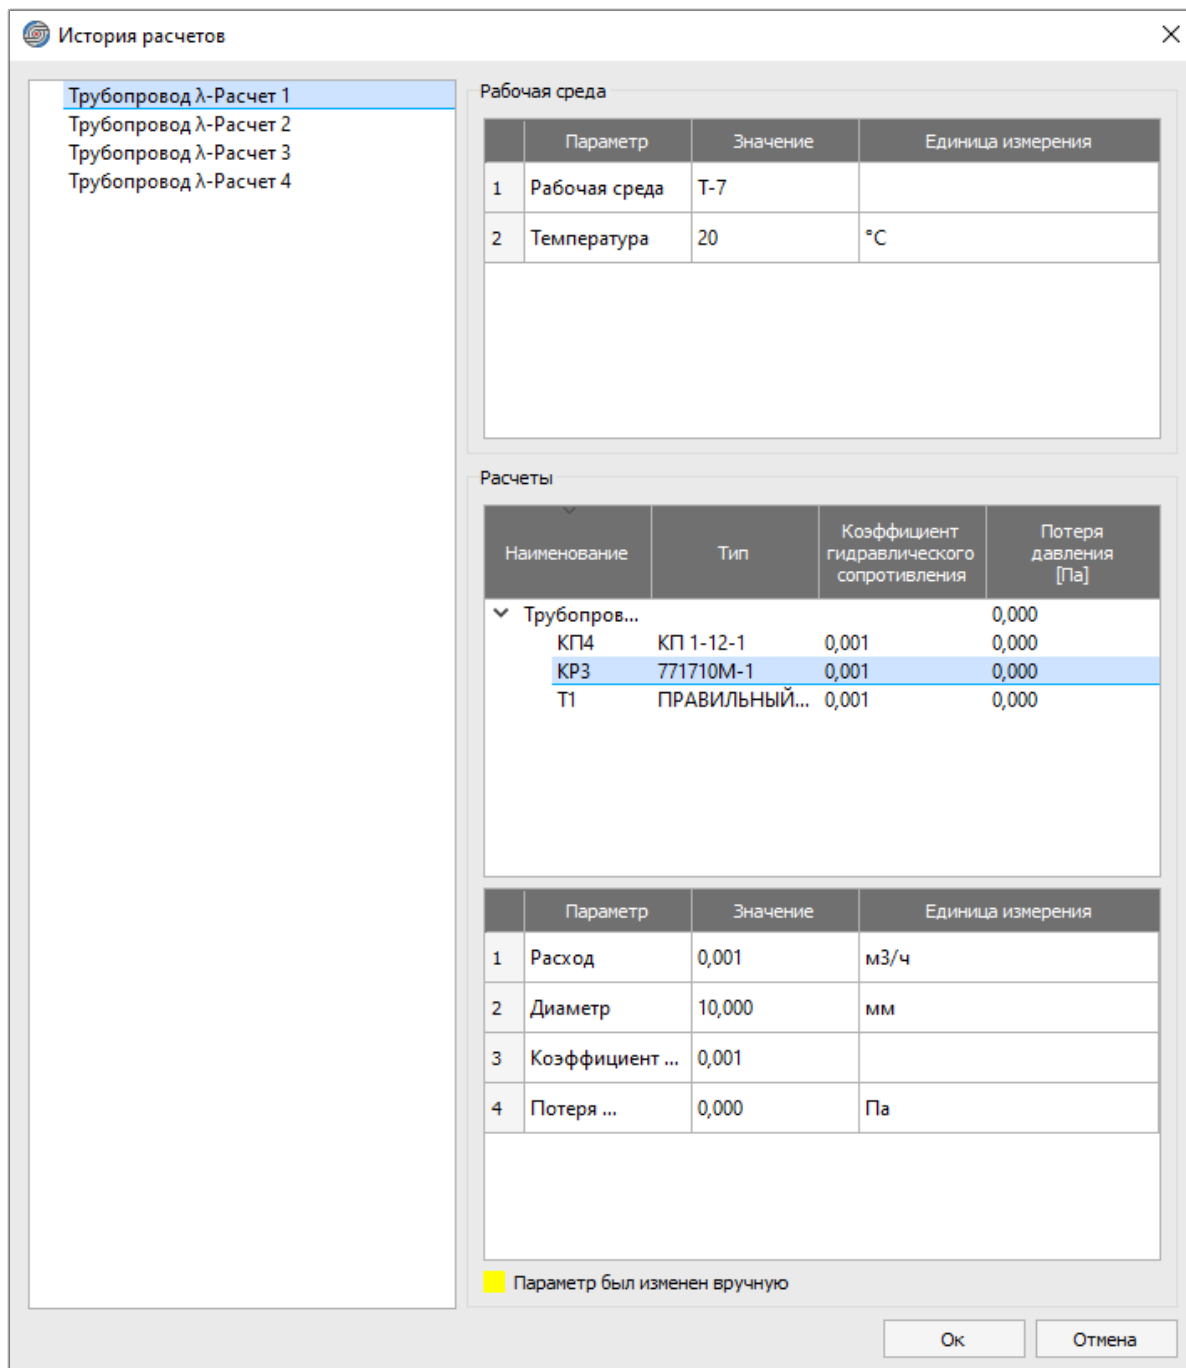

Рисунок 281. Окно «История расчетов»
- «Загрузить из истории» — открывает окно «История расчетов» для выбора и загрузки одного из ранее сохраненных результатов (см. рисунок 281);